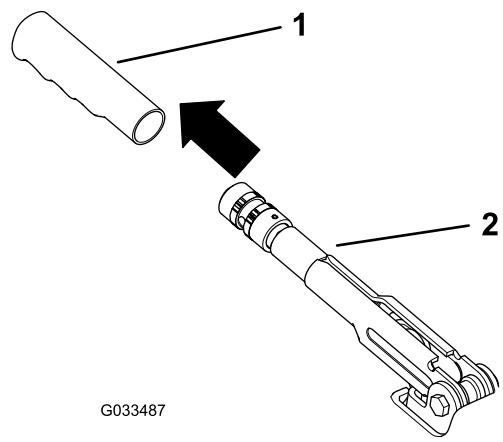

Figure 56
1. Enlevez la poignée en caoutchouc du levier de frein de stationnement (Figure 56).
5. Placez la poignée en caoutchouc sur le levier du frein de stationnement (Figure 56).